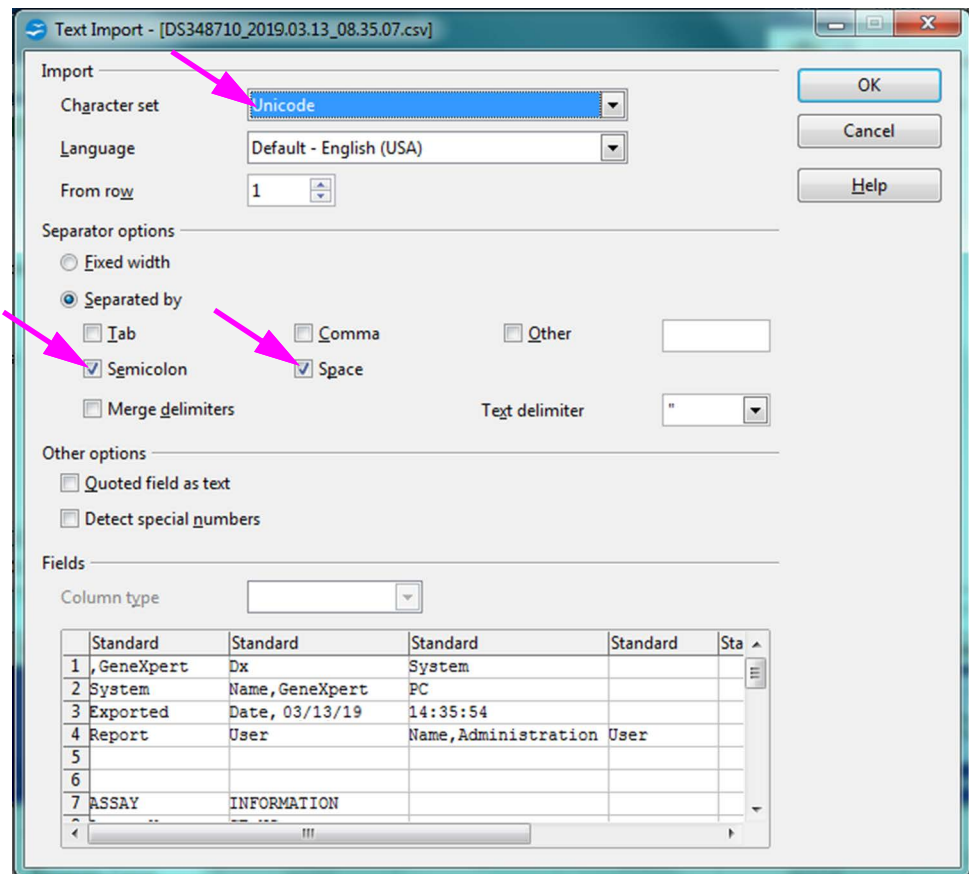

Figure D-3. Écran Text Import (Import de texte) avec les paramètres par défaut
3. Cliquez sur **Next (Suivant)**. Quand le nouvel écran s'affiche, saisissez les données requises (nom et initiales), puis cliquez sur **Finish (Terminer)**. L'écran Text Import (Import de texte) s'affiche. Consultez la Figure D-3.
4. Dans l'écran Text Import (Import de texte) par défaut (voir la Figure D-3), décochez **Semicolon (Point-virgule)** et **Space (Espace)**.